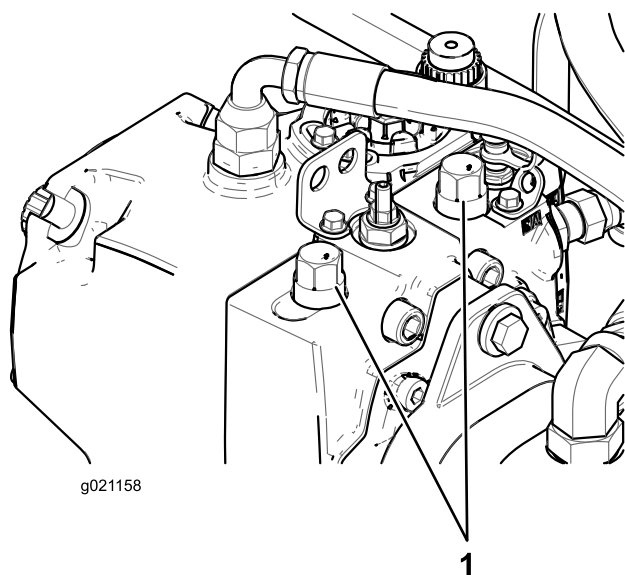

図 36
1. フードを開け、ポンプについているバイパスバルブを探し出す (図 36)。